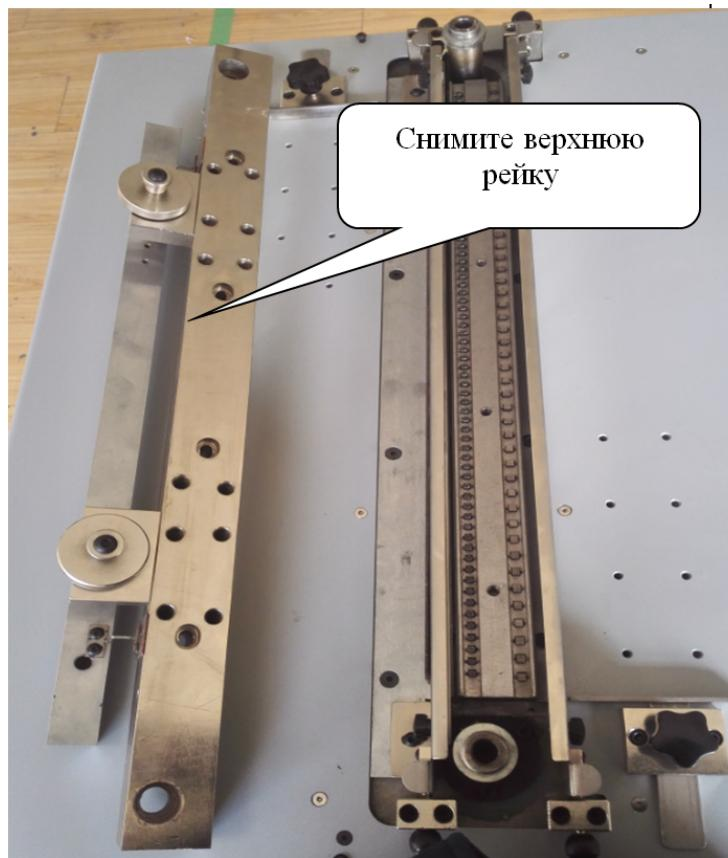

Рисунок 2
2. Открутите 2 винта M16 и 4 винта M8 (рисунок 1) и снимите верхнюю рейку (рисунок 2).